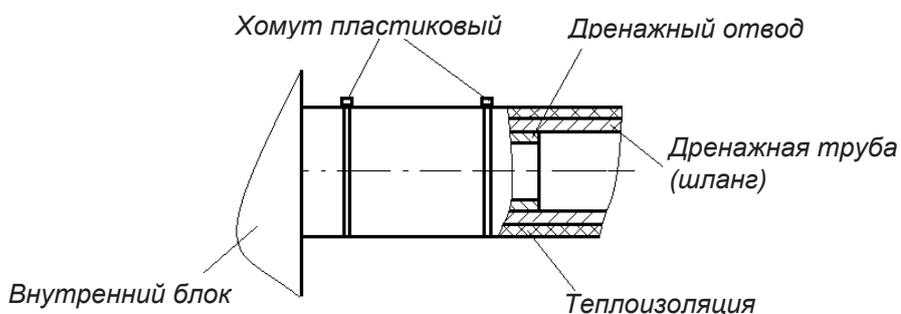

Рис.2.15
- Для исключения образования конденсата на поверхности дренажной трубы необходимо снаружи покрыть ее термоизоляцией (рис.2.15)